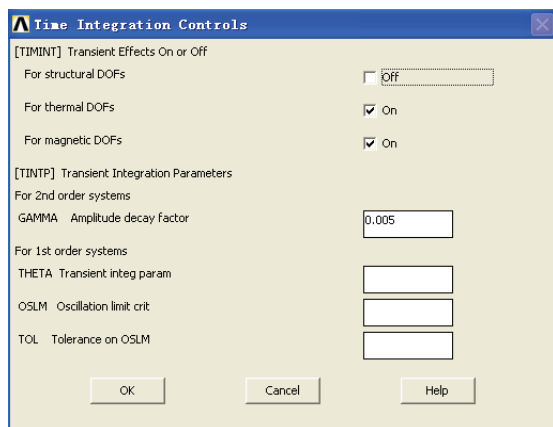

图 4-88 时间积分控制对话框
4) 选择 Main Menu | Solution | Load Step Opts | Time/Frequenc | Time Integration | Amplitude Decay 命令, 出现 Time Integration Controls 对话框, 参照图 4-88 所示对其进行设置, 单击 OK 按钮关闭该对话框。